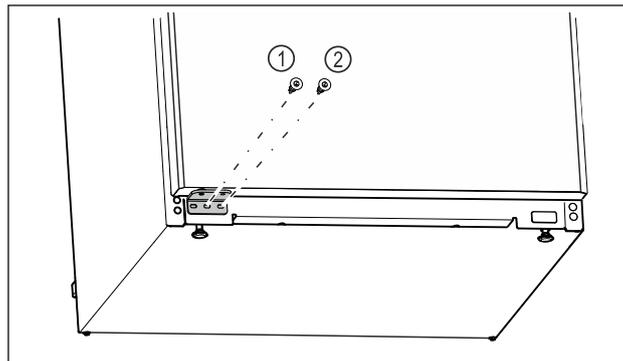

Fig. 26
- ▶ Serrer la vis centrale du support de palier Fig. 26 (1) avec un tournevis Torx 20.
- ▶ Serrer la vis intérieure du support de palier Fig. 26 (2) avec un tournevis Torx 20.